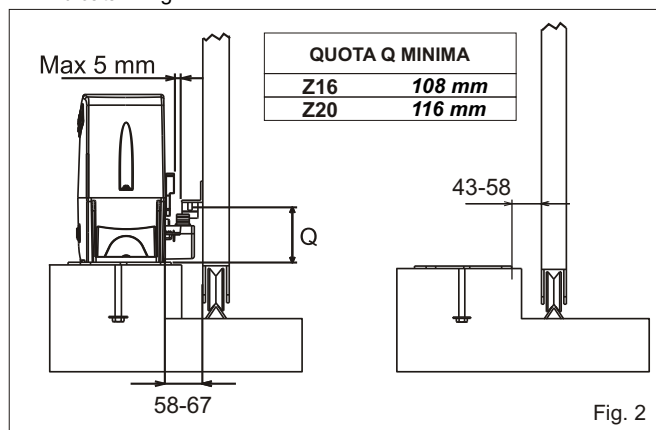

Fig. 2
3. Prima di cementare la piastra di ancoraggio assicurarsi che la stessa risulti perfettamente orizzontale e che sia rispettata la quota di 50/55 mm indicata in Fig. 2.